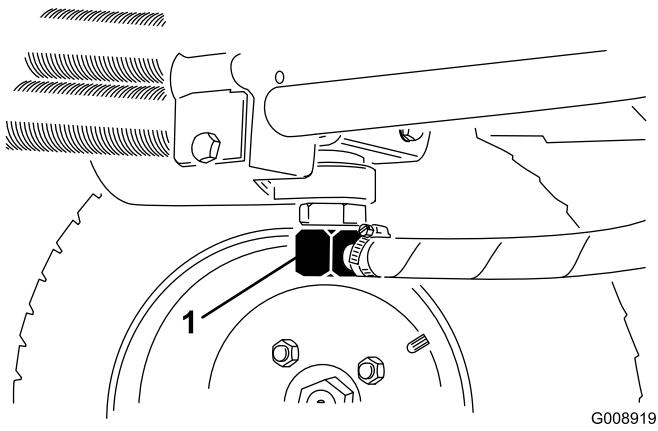

Figura 59
2. Desconecte el tubo hidráulico (Figura 59) o retire el filtro hidráulico (Figura 58) y deje fluir el aceite hidráulico en un recipiente apropiado. Vuelva a colocar el tubo cuando el aceite hidráulico se haya drenado.